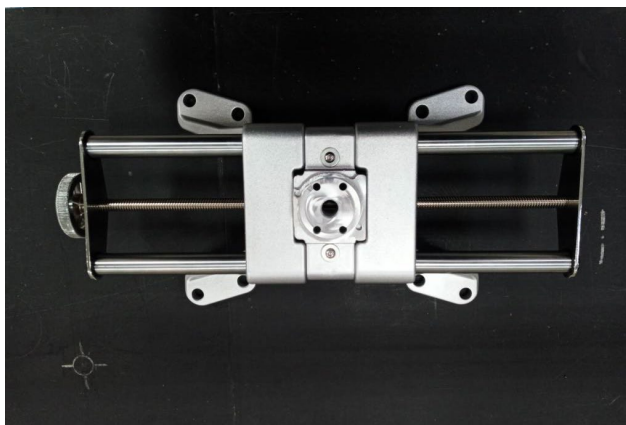

Рисунок 3
4.2 В сведённом положении кронштейны должны равномерно прилегать к обойме (Рис. 3).